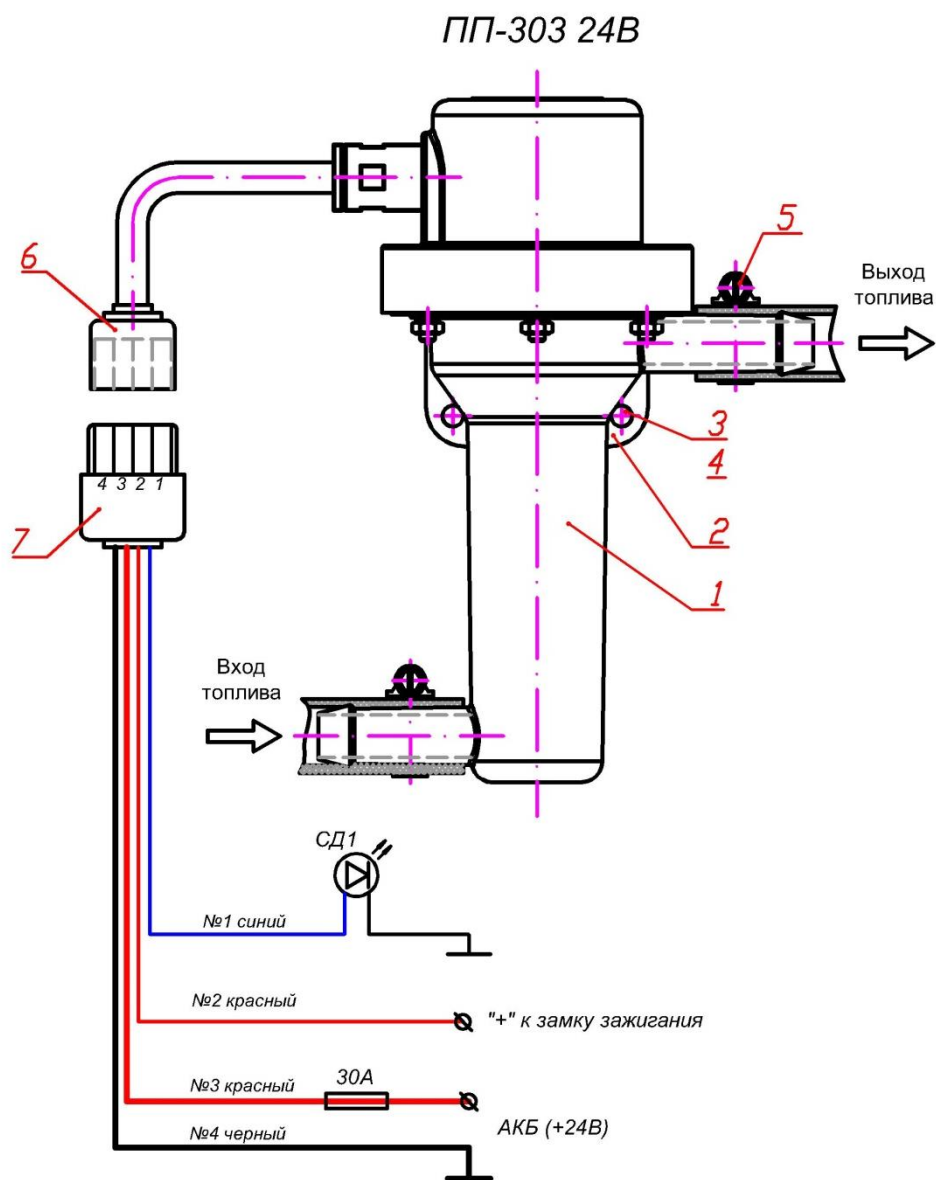

Рисунок 1
5.2 Подогреватель устанавливается в разрез топливопровода перед фильтром тонкой очистки, или перед фильтром-сепаратором. Ввод дизельного топлива обозначен на входном штуцере подогревателя в виде стрелки с соответствующим направлением. Рабочее положение подогревателя – вертикальное. При этом входной и выходной топливные штуцеры подогревателя располагаются горизонтально (см. рисунок 1). Подогреватель 1 крепится в моторном отсеке за кронштейн 2 двумя винтами М5 по ГОСТ 1491 или саморезами 3 с пружинными шайбами 4 по ГОСТ 6402. Допускаемое отклонение корпуса подогревателя от вертикали не должно превышать 10-15°. Топливопроводы крепятся на штуцерах подогревателя хомутами 5 по ГОСТ 28191.